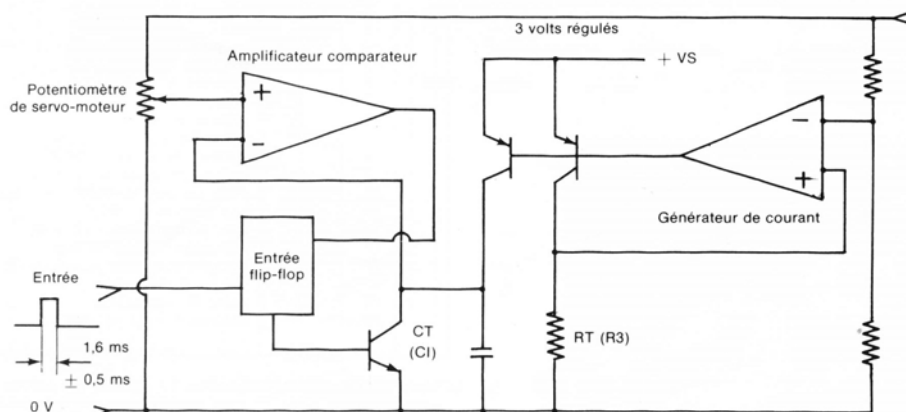

Fig. 2. - Schéma simplifié du monostable.
- Haute linéarité, obtenue par monostable représenté schématiquement fig. 2.